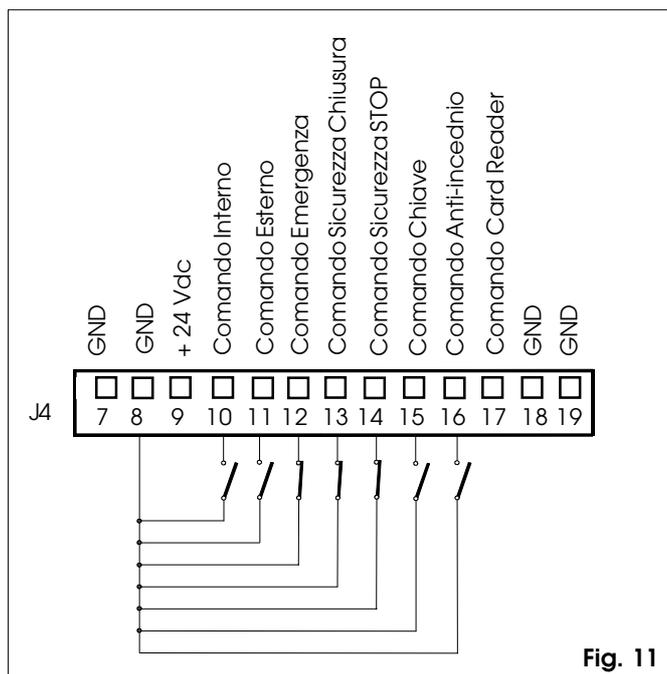

Fig. 11
**NOTE:** Il comando esterno è inattivo. L'apertura della porta può essere comandata solo attivando il comando Chiave (fig. 11).